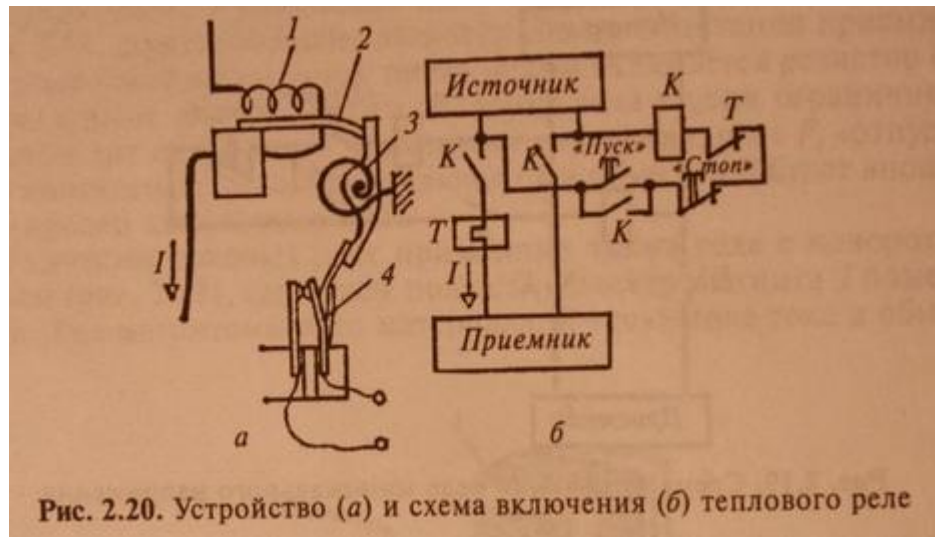

Рис. 2.20. Устройство (а) и схема включения (б) теплового реле
- ▶ Тепловое реле (рис. 2.20, а) состоит из биметаллической пластины 2, которая находится в тепловом поле нагревателя 7, включенного последовательно с контролируемым объектом (приемником), и контактов 4. Если контролируемый ток/больше допустимого, то через некоторое время биметаллическая пластина 2 под действием избыточной теплоты нагревателя 1 изогнется, так как ее нижний слой расширяется (удлинняется) больше, чем верхний. Пластина 2 освобождает защелку 3, которая под действием пружины поворачивается, и контакты 4 размыкаются. Схема включения теплового реле представлена, например, на рис. 2.20, б, где видно, что при срабатывании теплового реле его контакты разрывают цепь питания реле К и отключают приемник от источника. После охлаждения биметаллической пластины, реле механическим путем возвращается в исходное положение.